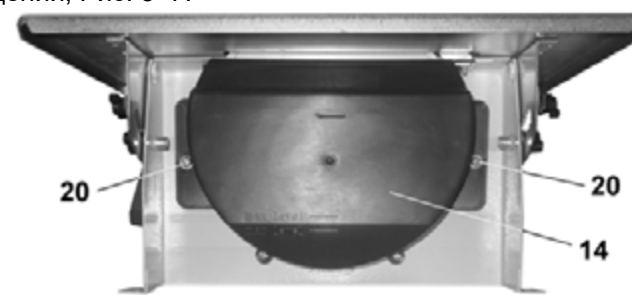

Рис. 5
12.1. Отрезной диск, где режущая часть (напыление) полностью выработалась, подлежит замене. Перед установкой отрезного диска (13) на плиткорез внимательно его осмотрите. На нём не должно быть трещин, сколов. Помните, что отрезной диск (13) достаточно хрупкий. Крайне внимательно обращайтесь с отрезным диском, избегая его ударов и падений, Рис. 5÷7.
12.3. Удерживая гаечным ключом (21) шпindel (25), вторым гаечным ключом (22) открутите гайку (26) и снимите фланец (23), Рис. 5÷7. Снимите отрезной диск (13). Проверьте рабочие поверхности шпинделя и фланцев. С учётом направления вращения установите новый отрезной диск (13), установите фланец (23) и гайку (26). Удерживая гаечным ключом (21) шпindel (25), вторым гаечным ключом (22) закрепите гайкой (26) отрезной диск (13), Рис. 5÷7.
12.5. Как показано на Рис.5, установите и закрепите нижний защитный кожух (14).